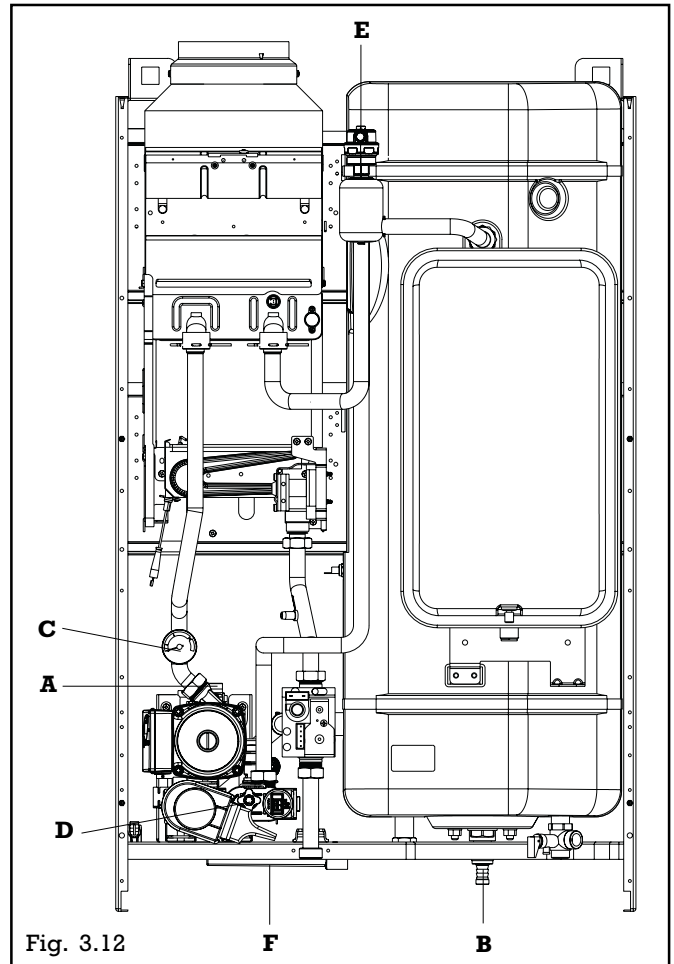

Fig. 3.12
Cette opération doit être exécutée lorsque l'appareil est froid. S'assurer au préalable que l'installation ait été rincée minutieusement. Vérifier que le robinet de vidange du ballon (B, fig. 3.12) est fermé.
- ouvrir de 2 ou 3 tours le bouchon des purgeurs d'air automatiques (A-E) (fig. 3.12)
- dévisser le robinet de vidange de la chaudière (D), en maintenant en place le coude du flexible d'évacuation pour éviter qu'il se déboîte, l'eau s'écoulera par le collecteur d'évacuation (F) (fig. 3.12)
- vidanger le ballon par le robinet (B, fig. 3.12), raccorder au préalable un tuyau plastique sur l'embout puis dévisser le robinet